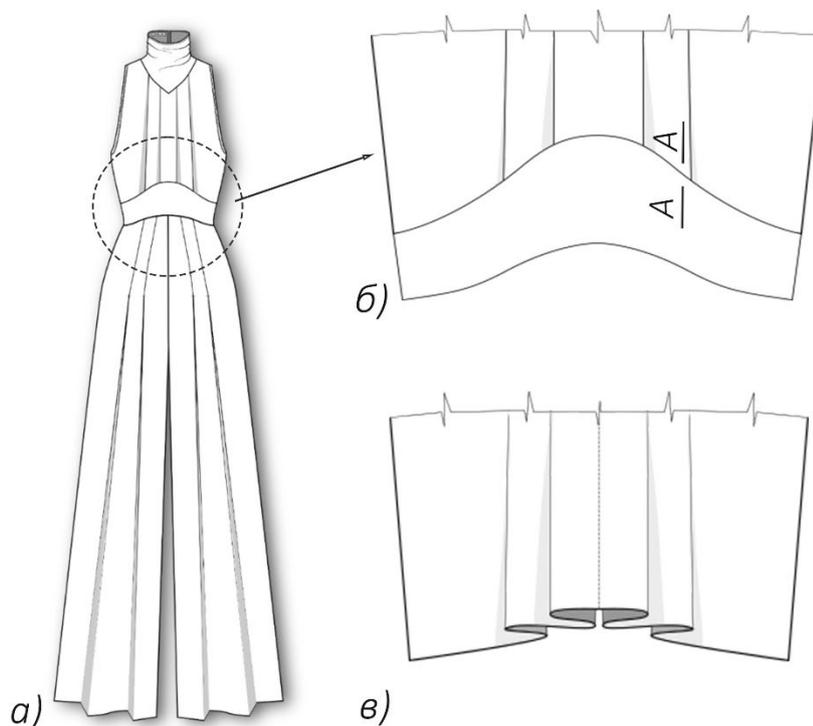

Рисунок 4 – Фрагмент технического рисунка комбинезона «Втачной пояс»:
1. Выполнить чертеж необходимых лекал фрагмента технологического узла «Втачной пояс» (рис.4) заданной модели женского комбинезона в натуральную величину в графическом редакторе NanoCad. А именно: соединение передней части фигурного пояса с полочкой.
## Третий этап: Изготовление (пошив) образца фрагмента заданной модели (рис. 4) *Общие рекомендации*